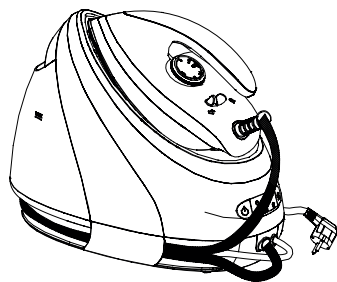

ABBILDUNG 5
4. Setzen Sie das Bügeleisen auf seine Ablage (beziehen Sie sich auf den Abschnitt „Verriegelungssystem des Bügeleisens“). **Lassen Sie die Dampfbügelstation vollständig abkühlen (Bügeleisen und Boiler), bevor Sie sie an** einen sicheren hitze- und feuchtigkeitsbeständigen Platz räumen. Wickeln Sie das Netzkabel und den Dampfschlauch um die Station, um sie zu verstauen (siehe nebenstehende Abbildung 5).